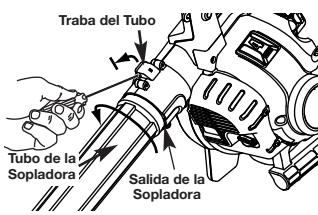

Fig. 5
- Inserte un destornillador de cabeza plana en la Traba del Tubo y gire el destornillador en sentido contrario a las agujas del reloj 1/4 de vuelta y manténgalo ahí (Fig. 5).
- Mientras sujeta el destornillador en posición contraria a las agujas del reloj, sujet el tubo de la sopladora y gírela en sentido contrario a las agujas del reloj (Fig. 5).